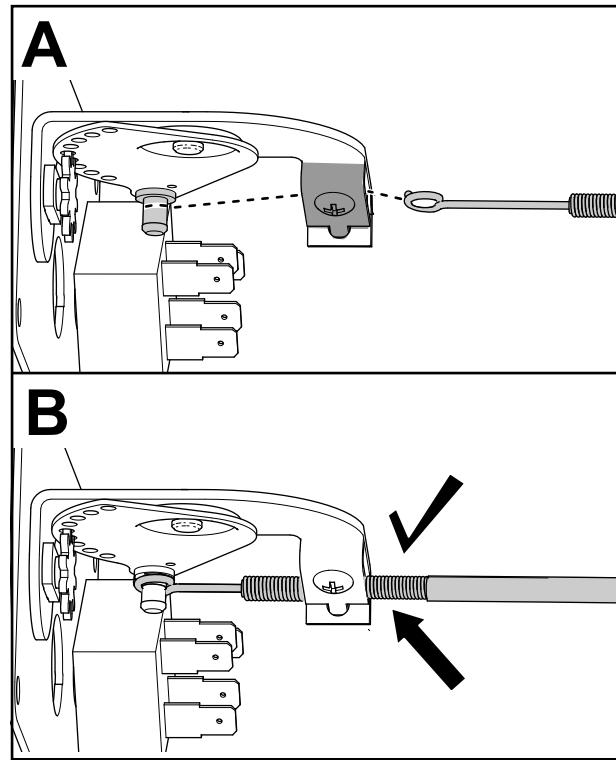

Figura 7
7. Assicuratevi che il selettore del riscaldatore si trovi sulla posizione centrale e collegate un'estremità del cavo di comando al retro del selettore del riscaldatore (Figura 7).